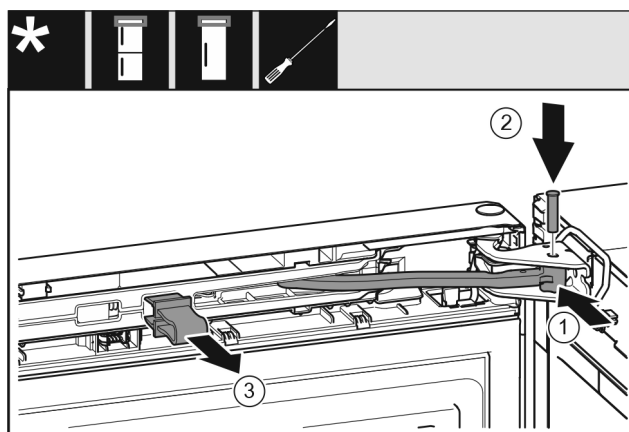

Fig. 24
- ▶ 将铰链 Fig. 24 (1) 转入托架。
- ▶ 将螺栓 Fig. 24 (2) 插入托架和铰链。同时注意止动凸轮需正确地位于凹槽中。
- ▶ 取下保险装置 Fig. 24 (3)。